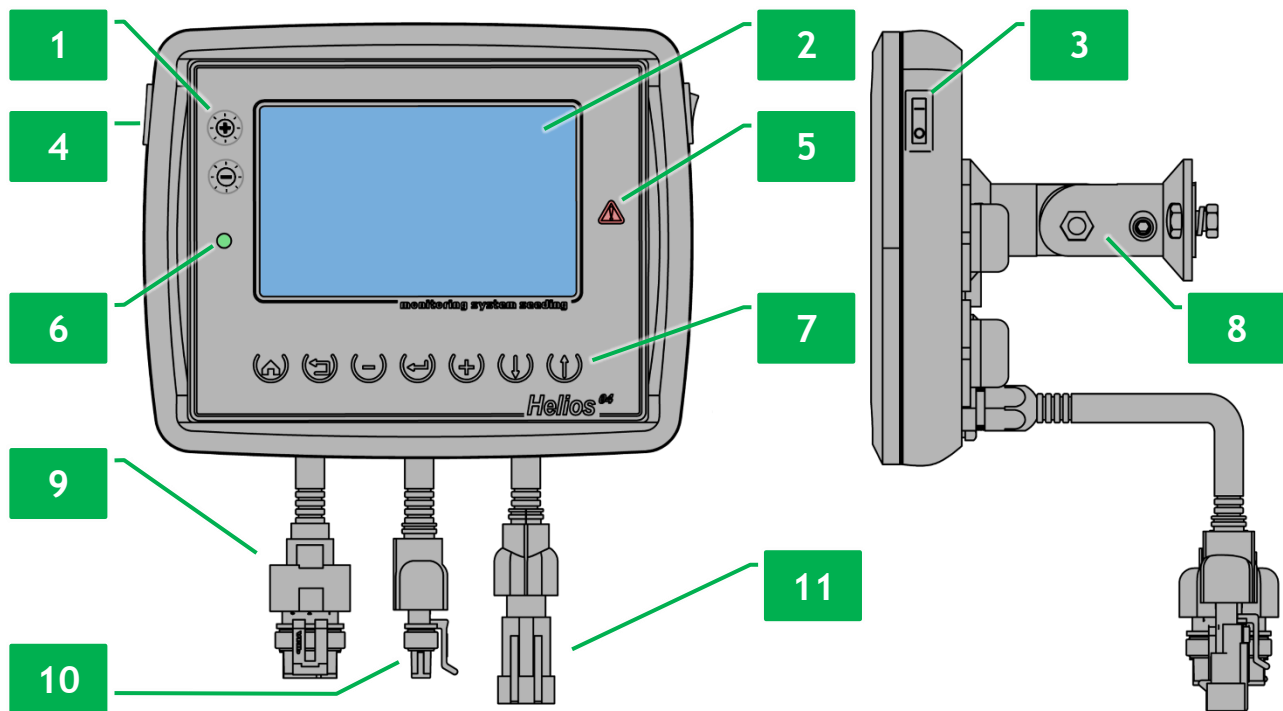

Рисунок 1 Панель оператора
Внешний вид и органы управления панели оператора изображены на «Рисунок 1». Панель оператора состоит из следующих элементов:
- выключатель питания (см. Рисунок 1 п.3);
- индикатор питания (см. Рисунок 1 п.6);
- кронштейн крепления панели оператора (см. Рисунок 1 п.8);
- кнопки управления панелью оператора (см. Рисунок 1 п.1 и п.7). Их графическое обозначение, название и краткое описание содержатся в «Таблица 1».
- экран панели оператора (см. Рисунок 1 п.2).
- разъем для установки карт памяти формата microSD (см. Рисунок 1 п.4).
- кабельный ввод жгута датчика скорости движения (см. Рисунок 1 п.9).
- кабельный ввод жгута связи RS-485 (см. Рисунок 1 п.10).
- кабельный ввод жгута питания (см. Рисунок 1 п.11).
- индикатор аварии (см. Рисунок 1 п.5).
⁴ Аварийный световой индикатор показан на «Рисунок 1», п.5